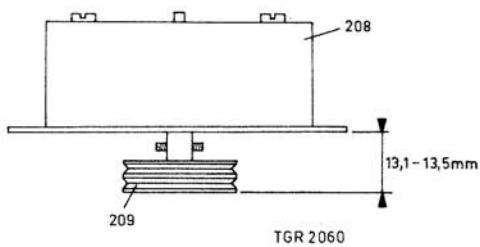

Fig. 33
van poelie pos. 209 13,1 tot 13,5 mm bedraagt (zie fig. 33).